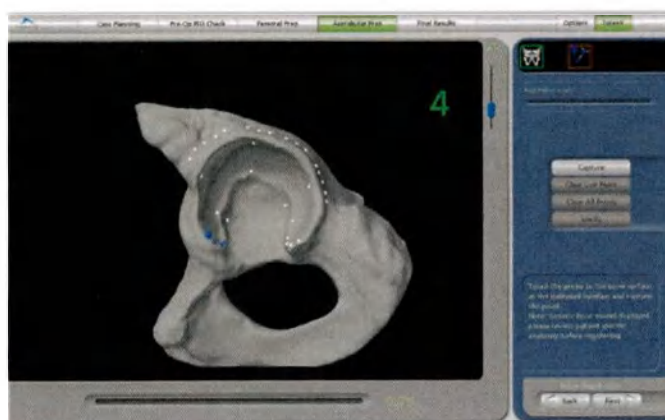

Рисунок 23. Схема регистрации тазовой кости
2. Прикоснитесь зондом к поверхности кости в требуемых областях вертлюжной впадины и за пределами верхнего края вертлюжной впадины, определенного в программном обеспечении (Рисунок 23).